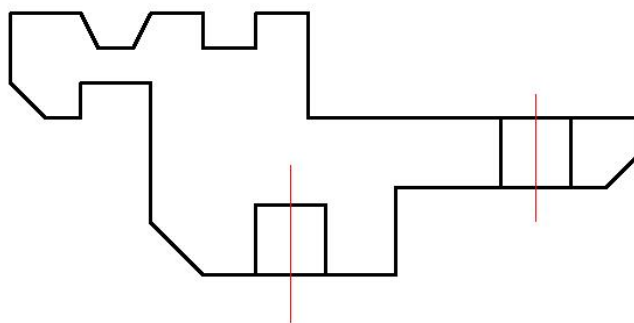

Рисунок 3.6 – Профіль перетину деталі для обертання навколо вісі
5. Створіть об'ємні зображення отворів за допомогою повороту профілю перетину навколо вертикальних осей (Рисунок 3.6).